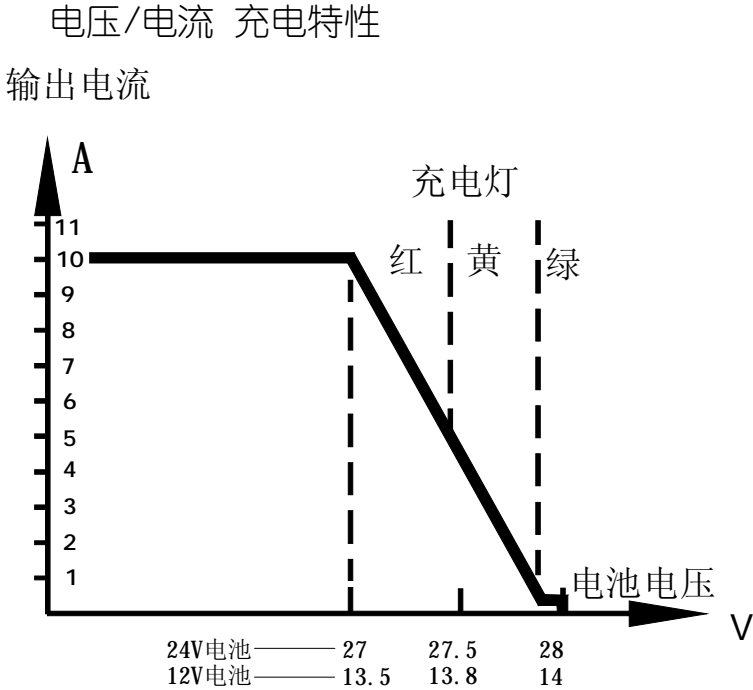

图 1 充电特性曲线
1.3 恒流快充：当被充蓄电池的电压低于设定值（12V 电池组时 $<13.5\text{V}$ ，24V 电池组时 $<27\text{V}$ ）时充电机以最大的恒定的电流对蓄电池进行快速充电。如果在充电期间启动电机同时工作，此时启动电流非常大（对于充电机接近短路），但由于充电机的恒流特性使设备不会损坏（特性如附图 1 恒流段）；
1.4 限流：当被充蓄电池的电压接近充满（12V 电池组时 \leq 13.8V，24V 电池组时 \leq 27.5V）时充电电流自动进行限制（特性如附图 1 恒压段）；